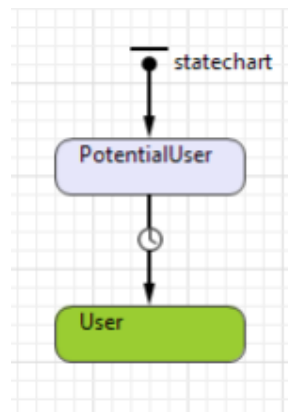

Рисунок 3.11 – Приклад побудови зав'язків між блоками
10. Намалуйте перехід від потенційного користувача до стану користувача, щоб змоделювати, як люди купують продукт і стають його користувачами. Для цього двічі клацніть на елементі *Transition* палітри *Statechart* (піктограма палітри елемента має змінитися), оберіть блок *PotentialUser*, а потім натисніть на блок *User* (рис. 3.11). Буде побудовано зв'язок між цими двома елементами.